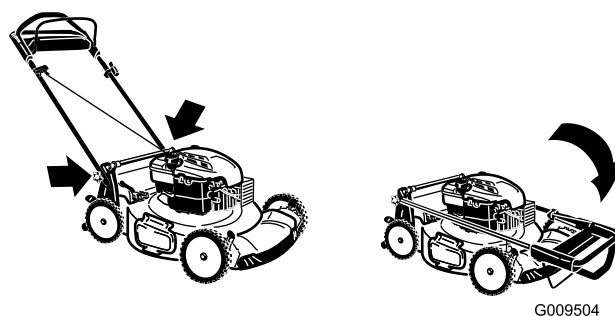

Рисунок 29
3. Поверните верхнюю рукоятку вперед, как показано на Рисунок 29.